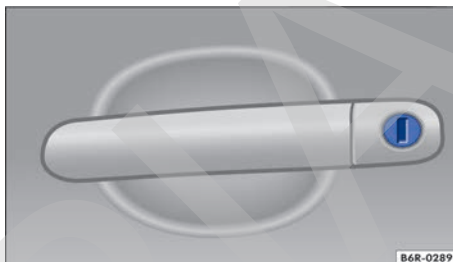

Fig. 57 Manilla de la puerta del conductor con cilindro de la cerradura.
- Introducir la varilla de la llave en el bombín de cierre y destrabar o trabar el vehículo → fig. 57.